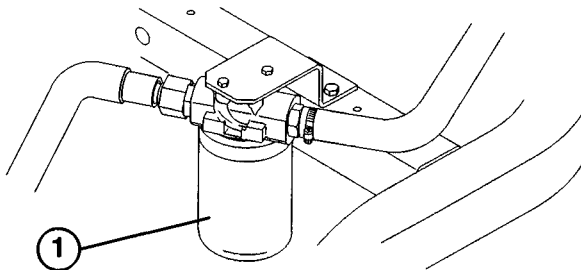

図 38
1. フィルタ（図38）を取り付けている付近をきれいに拭き、下に廃油受けを置いて、フィルタを外す。